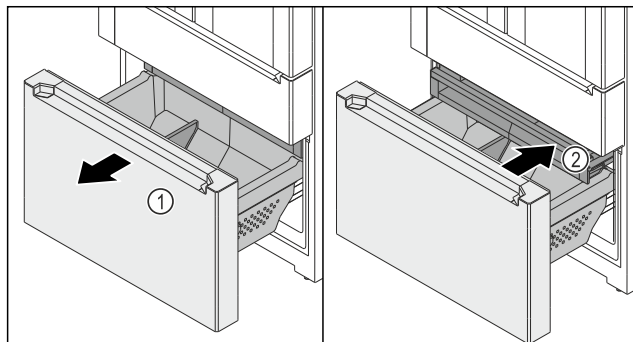

Fig. 151
- Estrarre il carrello di estrazione *Fig. 151 (1)* fino a battuta.
- Il cassetto *Fig. 151 (2)* esce in automatico.
- Inserire il cassetto *Fig. 151 (2)*.